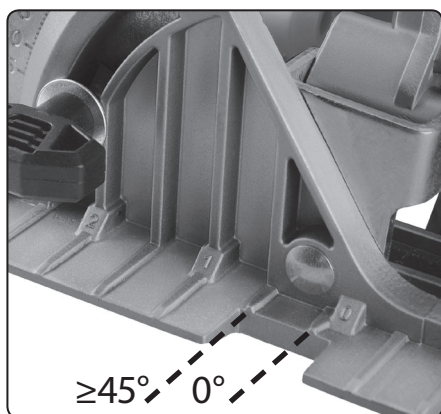

Abb. 7
4. Lassen Sie die Säge volle Geschwindigkeit erreichen und bewegen Sie sie dann langsam zur markierten Schnittlinie mit der Seite der Kerbe der Grundplatte nach eingestelltem Neigungswinkel für senkrechten oder Schrägschnitt (siehe Abb. 7).